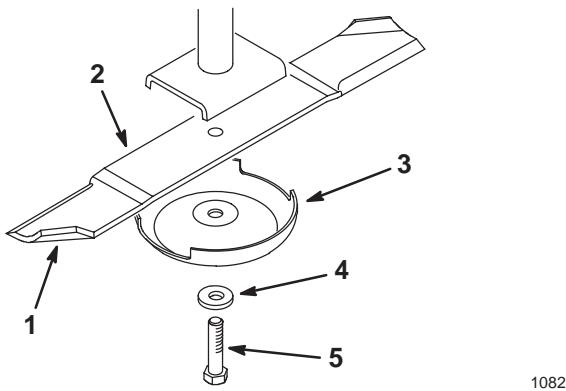
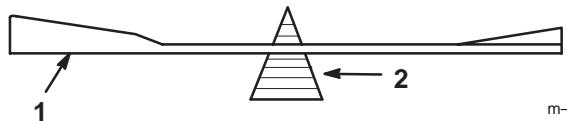

Bild 15
Bild 17
Halten Sie das Ende des Messers mit einem stark wattierten Handschuh oder wickeln Sie einen Lappen um es herum. Entfernen Sie die Messerschraube, Sicherungsscheibe, Antiskalpierschale und das Messer von der Spindelwelle (Bild 15).
2. Überprüfen Sie die Auswuchtung des Schnittmessers auf einer Ausgleichsmaschine (Bild 17). Wenn das Schnittmesser in seiner horizontalen Position bleibt, ist es ausgewuchtet und kann verwendet werden. Feilen Sie, wenn das Schnittmesser nicht ausgewuchtet ist, vom Flügelbereich des Messers etwas Metall ab (Bild 15). Wiederholen Sie diesen Vorgang, bis das Messer ausgewuchtet ist.
1. Montieren Sie das Messer und die Antiskalpierschale auf der Spindelwelle (Bild 15).
2. Bringen Sie die Sicherungsscheibe und die Messerschraube an (Bild 15). Ziehen Sie die Messerschraube mit 115–149 Nm an.